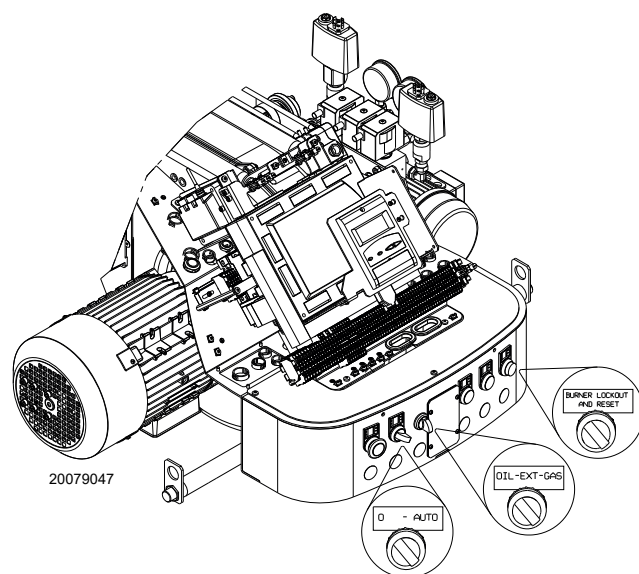

Fig. 29
Colocar el selector “OIL-EXT-GAS” de Fig. 29 en pág. 33 en la posición “OIL” para seleccionar el combustible gasóleo.
Cerrar los termostatos/presostatos y colocar el interruptor de Fig. 29 en pág. 33 en la posición “AUTO”.
- colocar el interruptor de Fig. 29 en la posición “0” y esperar a que el control de llama ejecute la fase de apagado;
Cerrar los mandos a distancia y colocar el selector (Fig. 29 en pág. 33) en la posición "ON".
Colocar el selector (Fig. 29 en pág. 33) en la posición "GAS" para seleccionar el combustible gas.
- 1 con el selector (Fig. 29 en pág. 33);
Colocando el selector (Fig. 29 en pág. 33) en la posición "EXT" se activa la función de selección de combustible a distancia. En esta posición, si no está presente un selector remoto, la pantalla visualiza el combustible prioritario.